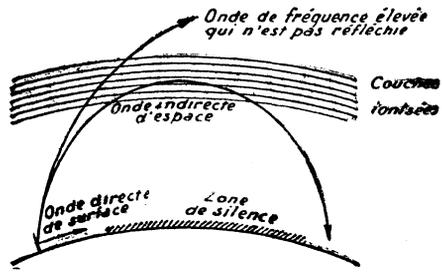

Fig. 1. — Onde directe et onde indirecte. Zone de silence.
des ondes indirectes, comme le montre la figure 1.
Fig. 1. — Coupe de pied en verre pressé portant les tiges d'électrodes formant broches (I). — II. Pose de l'anneau d'émail fusible A. — III. Après fusion de l'anneau.
La figure 1 montre la coupe de la plaque de fond, avec ses broches de contact pressées dans le verre (I). On y applique l'anneau A d'émail (II) qui est ensuite fondu sur le verre (III).